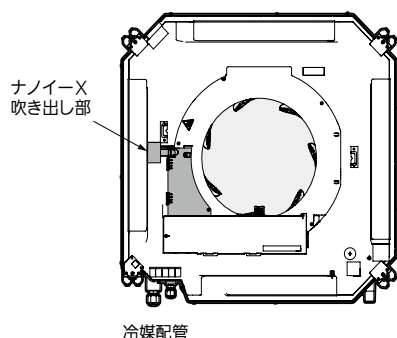

図1
- しゃ風材は、ナノイーX吹き出し部がない吹き出し口に使用するように、室内ユニットの設置方向にご注意ください。ナノイーX吹き出し部がある吹き出し口にしゃ風材を取り付けた場合、ナノイーXの効果はなくなります。(図1) 詳細はしゃ風材に同梱されている据付工事説明書を参照してください。